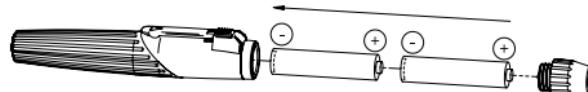

Fig. 3
Skru fra hverandre hodeskyllet (3) og rist ut de batteriene. Sett inn nye batterier med pluss-kontakten vendt mot toppen av håndtaket (fig. 3).